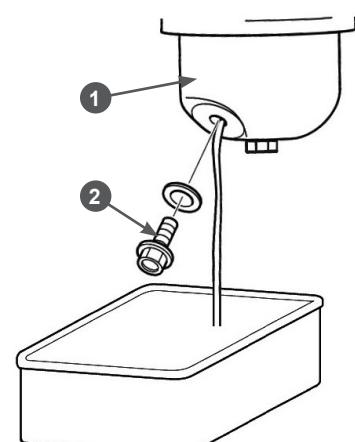

Рис. 23 Слив топлива из карбюратора
4. Открутите болт 2 на карбюраторе 1 (Рис. 23) и слейте топливо из поплавковой камеры в подготовленную для этого емкость.
- Слейте топливо из карбюратора (Рис. 23).